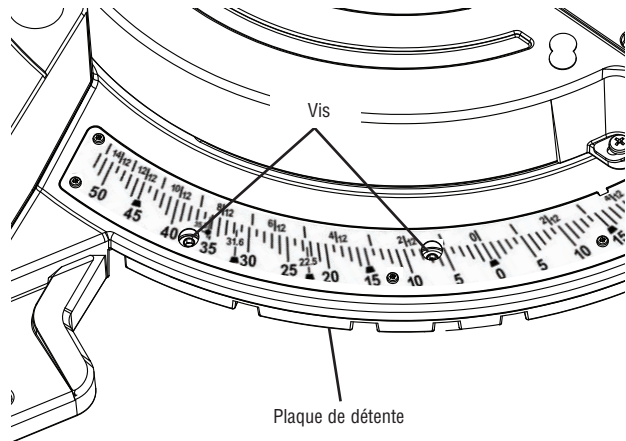

Figure 18
2. Localisez quatre trous ronds dans la plaque de l'échelle d'onglet. Il y a une vis dans chaque trou. Utilisez la petite extrémité de la clé hexagonale de 6/4 mm ou d'une clé hexagonale de 4 mm pour desserrer toutes les quatre vis d'un à deux tours. Ceci desserrera la plaque de détente d'onglet (voir Figure 18).